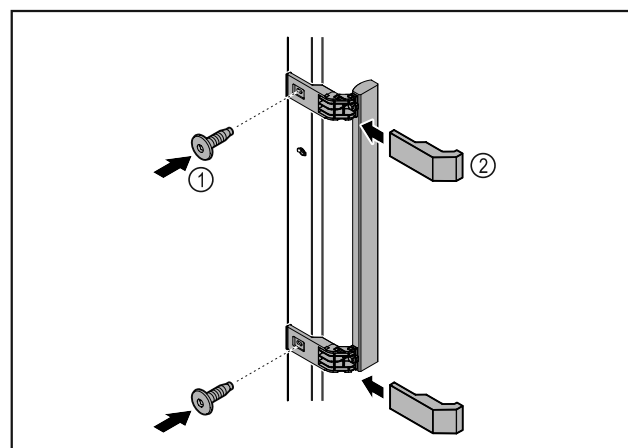

Fig. 8
- ▶ Atașați mânerul din pachetul de accesorii la ușa cu ajutorul șuruburilor incluse Fig. 8 (1).
- ▶ Aplicați capacul Fig. 8 (2).